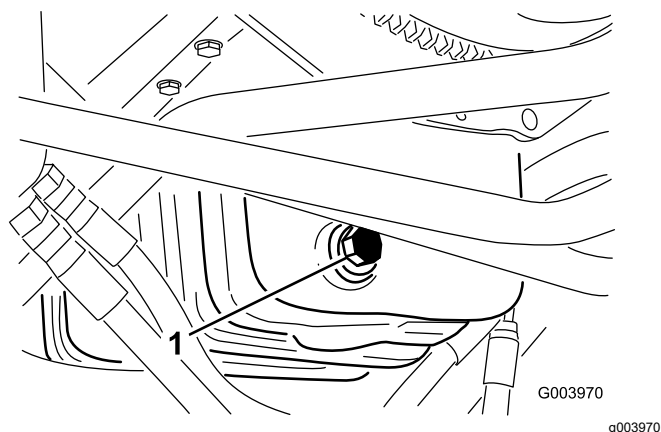

Figura 77
1. Retire o tampão de escoamento (Figura 77) e deixe o óleo escorrer para um recipiente adequado.